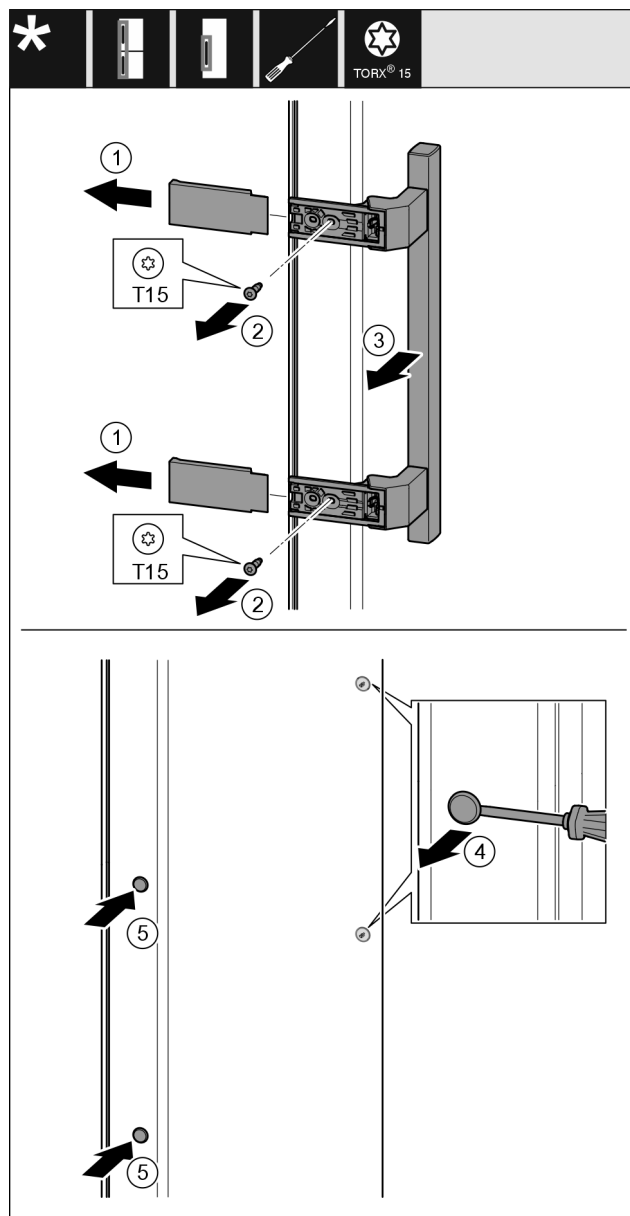

Fig. 23
- Togliere la copertura Fig. 23 (1).
- Estrarre le viti Fig. 23 (2) con un cacciavite.
- Rimuovere la maniglia Fig. 23 (3).
- Sollevare il tappo laterale Fig. 23 (4) con cautela con un cacciavite a intaglio ed estrarlo.
- Reinserire il tappo Fig. 23 (5) sull'altro lato.